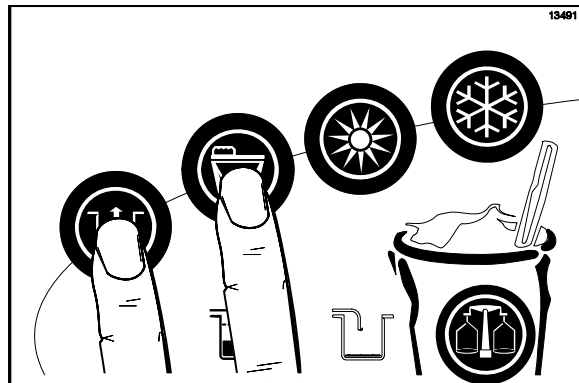

Рисунок 159
15. Нажмите на символы ПРОМЫВКА и НАСОС , чтобы прекратить режимы ПРОМЫВКА и НАСОС и закрыть раздаточный клапан. (См. рис. 159)